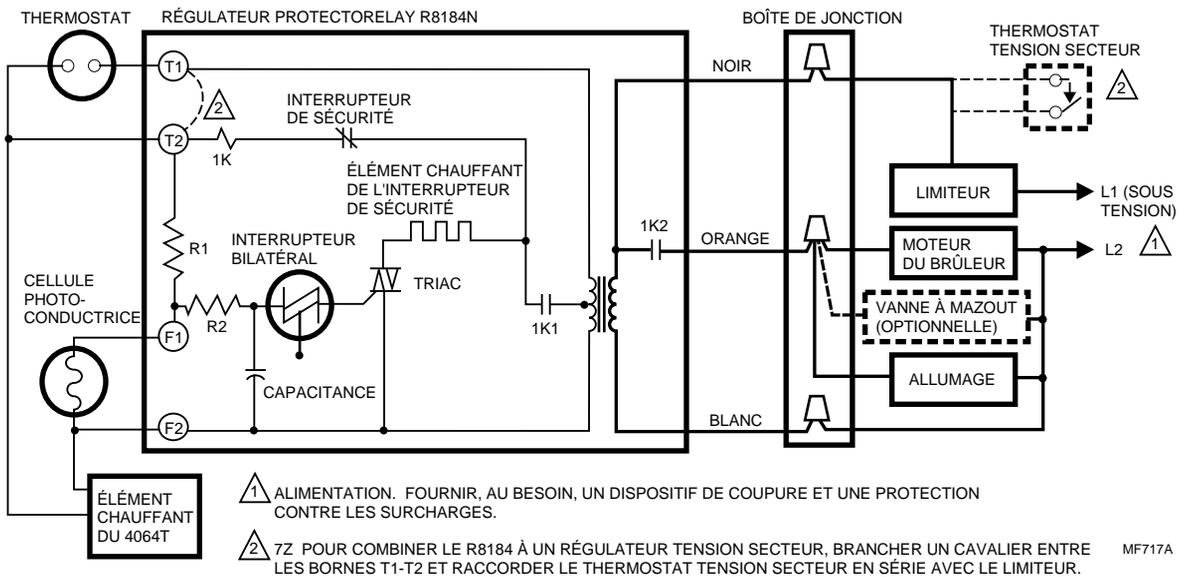

Fig. 7. Raccordement type pour le R8184N.
- R8184N—raccorder les conducteurs de la cellule photoélectrique aux bornes F₁-F₂ et le thermostat aux bornes T₁-T₂. Voir Fig. 7.